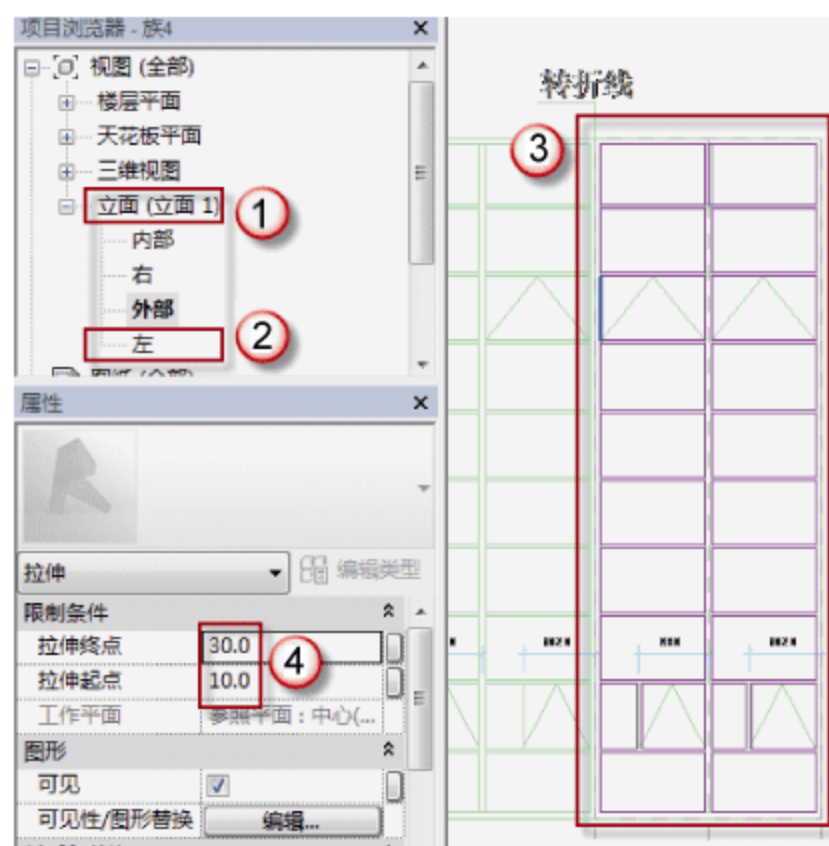

图 7.2.33 MQ7196 幕墙窗户玻璃的位置及厚度
(8) 绘制 MQ7196 幕墙窗户玻璃。选择“项目浏览器”中的“立面(立面1)”→“左”选项,可以进入 MQ7196 的左立面视图,选择菜单“创建”→“拉伸”命令,进入“修改|编辑拉伸”界面,用菜单中的绘制工具绘制 MQ7196 幕墙窗户玻璃,如图 7.2.33 所示。在“属性”面板中,在“拉伸终点”中输入“30”字样,在“拉伸起点”中输入“10”字样。绘制完成后,单击√按钮完成绘制。